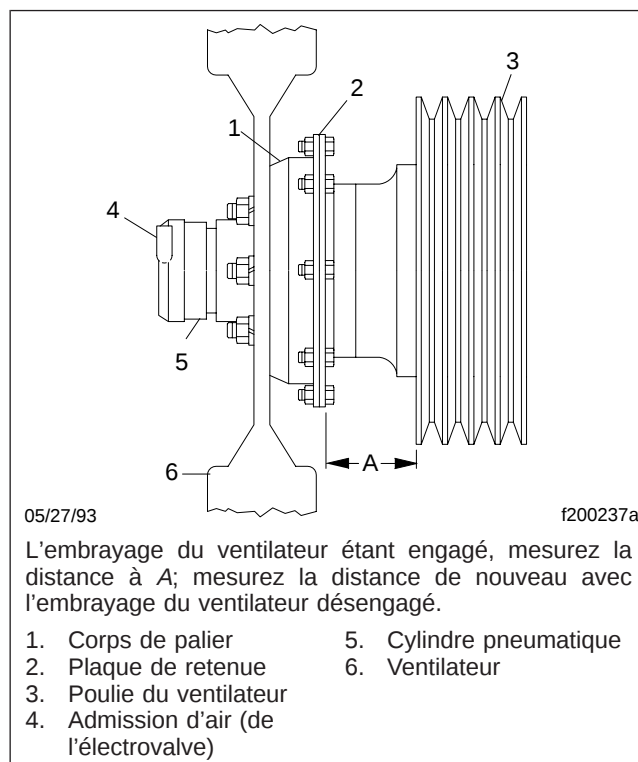

Fig. 3, Vérification de l'usure de garniture de l'embrayage du ventilateur Kysor K26RA
2. Mesurez la distance allant de la surface arrière de la plaque de retenue de l'embrayage du ventilateur au bord le plus à l'avant de la poulie de la courroie du ventilateur. Voir la **figure 3**, réf. A.